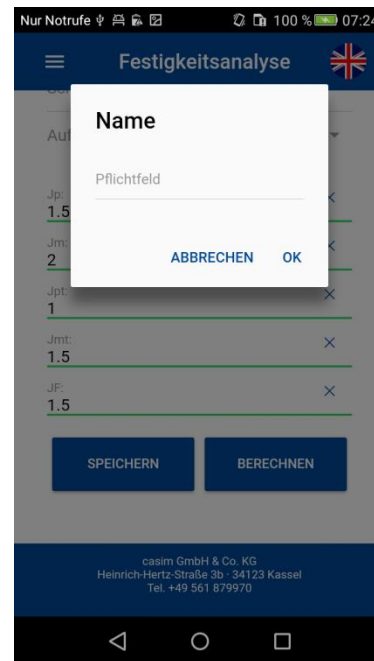

Bild 11
Durch einen Tap auf den Button „Speichern“ (5) kann eine Berechnung gespeichert werden. Es öffnet sich ein Fenster, wo der Name der Berechnung eingetragen werden muss. Mit dem Button „OK“ (Bild 11) wird der Name übernommen und die Berechnung gespeichert.